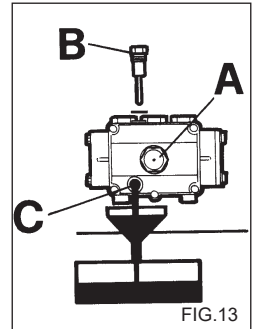

FIG. 13
- 2) De tap met de oliepeilstaaf losschroeven (Fig. 13)